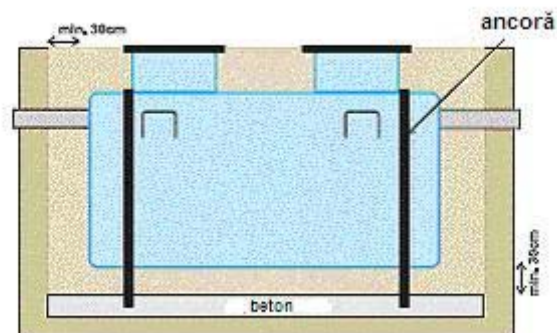
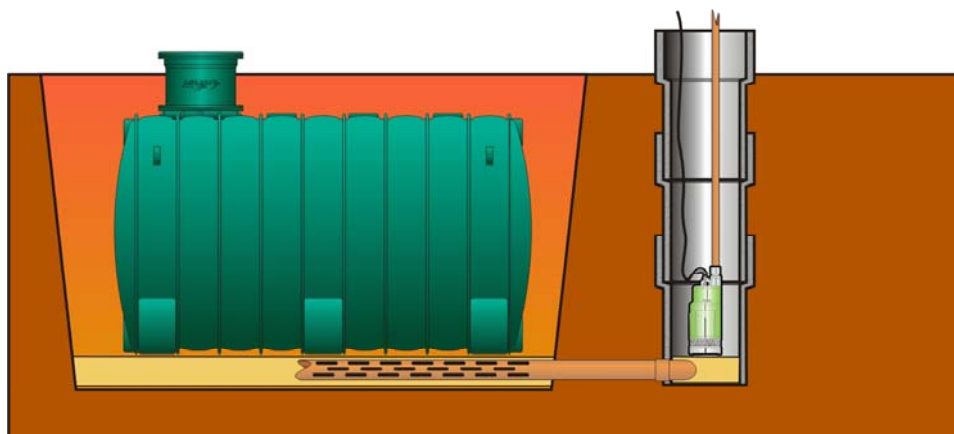

Fig. 1
Fig. 2
- În primul rând este necesar să se evalueze situația apei freatică. Această evaluare este esențială pentru stabilirea tipului de material care urmează a fi folosit la stabilizarea separatorului sau modul de ancorare a acestuia în cazul în care apele freatică sunt apropiate de suprafață. Dacă apa freatică este la mică adâncime este necesar să se realizeze o fundație special realizată pentru ape freatică a cărei greutate trebuie să fie cel puțin egală cu greutatea separatorului plin cu apă și un drenaj optim al gropii pentru evitarea forțelor hidraulice care ar putea duce la dislocarea separatorului. (Vezi Fig. 1). Apa acumulată poate fi evacuată prin realizarea unui cămin colector și folosirea unei pompe submersibile pentru ape murdare. (Vezi Fig. 2)